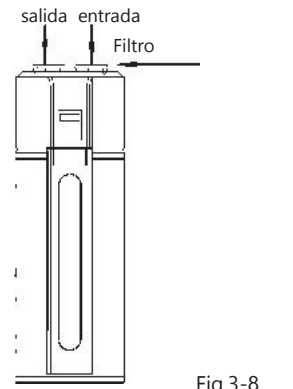

Fig.3-8
5) Instalación del filtro en la entrada de la unidad. Respecto a la unidad con conducto, el filtro de entrada debe colocarse a la entrada del conducto. (Fig.3-8/3-9)